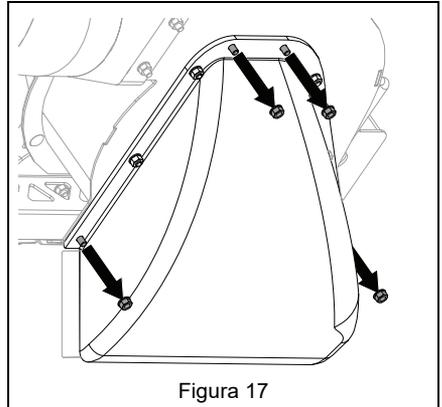

Figura 17
5. Retire y conserve cuatro de las ocho tuercas de brida de bloqueo que fijan los pernos al soplador. NO saque los pernos. Consulte Figura 17.